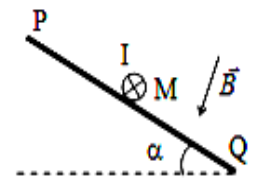

Figure 2
- 2) De quel angle α doit-on incliner les rails (PQ) et (RS) pour que la tige soit en équilibre dans le cas où \vec{B} reste perpendiculaire aux rails (figure 2) .